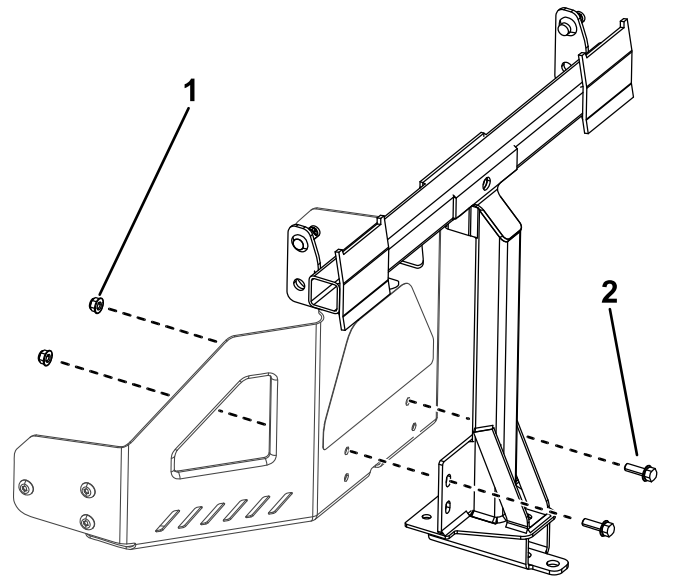

**Figura 7**
- Instale el soporte de estabilización en el protector del motor usando dos pernos de cuello cuadrado (5/16" x 3/4") y 2 contratuercas (5/16") (Figura 7).